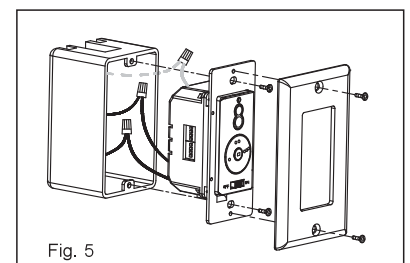

Fig. 5
**Step 3.** Carefully tuck the wire connections inside the outlet box. Use the screws provided to secure the wall transmitter and wall plate to the outlet box. (Fig. 5)
**Paso 3.** (Fig. 5) cuidadosamente meta las conexiones dentro de la caja de distribución. Asegure el transmisor con los dos tornillos proveídos.